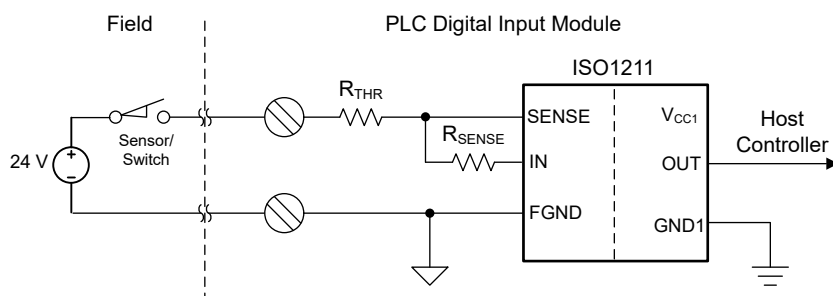
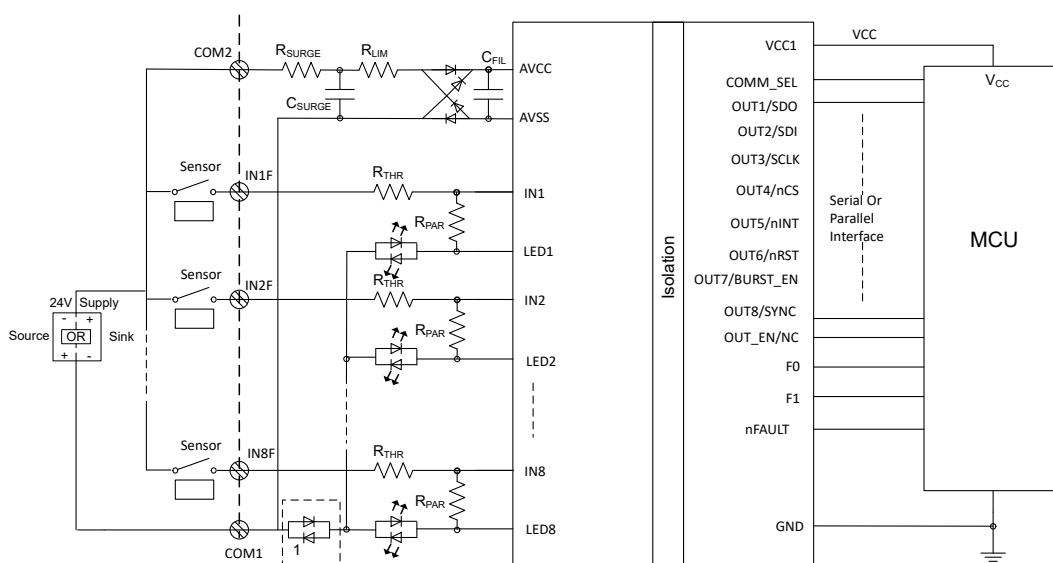

图 3. 带 ISO1211 的数字输入模块的某一通道
图 4. 在拉电流或灌电流模式下的数字输入模块采用 ISO1228 进行 8 通道操作
德州仪器 (TI) 的 ISO1211-1 通道、ISO1212-2 通道和 ISO1228-8 通道器件为具有集成电流限制功能的隔离式数字输入接收器，符合 IEC 61131-2 1 类、2 类和 3 类特性标准。ISO1211 和 ISO1212 专为功能安全用例所需的通道间隔离而设计，ISO1228 专为多通道所设计。图 3 显示了带 ISO1211 的数字输入模块中某一通道的实施方案。电阻 R_{SENSE} 用于控制限流限值，而 R_{THR} 用于控制电压转换阈值。 R_{SENSE} 和 R_{THR} 的建议值以及多通道和其他情形的应用电路请参见 ISO121x 产品数据表。ISO121x 通过集成精确的电流限制功能、带迟滞的电压比较器、反极性保护和隔离功能，从而简化系统设计，并且无需场侧电源。对于 3 类特性，ISO121x 可将输入电流消耗限制到 2.5mA 以下，比传统方法低 5 倍。图 4 显示了数字隔离器采用 ISO1228 实施 8 通道操作。ISO1228 在同一器件中支持灌电流模式和拉电流模式，配置情况如图 4 所示。电阻 R_{LIM} 能设置全部通道的电流限制值。在具有电流限制和诊断功能的 ISO1228 八通道隔离式数字输入数据表中提供了 R_{LIM} 、 R_{THR} 和 R_{PAR} 的建议值。
1. **拉电流/灌电流模式：**ISO1228 可在同一器件中同时支持灌电流模式和拉电流模式。因此，无需外部整流器。图 4 展示了分别在灌入模式和拉取模式下使用 ISO1228 的数字隔离器的 8 通道实现情况。
6. **无损耗 LED 指示：**在输入状态指示和手动维护中，LED 指示非常重要。ISO1228 使用接近 3mA 的场侧输入电流，导通每个输入的 LED。图 4 显示了每个通道的 LED 连接情况。这样可以节省 LED 的任何额外功耗、并有助于改善热性能。
7. **节省电路板空间：**这是一种集成式解决方案，它采用如图 4 所示的单个器件代替 8 通道分立式建置。这极大节省了 PCB 空间，并有助于在相同的布板空间中制造通道数更多的 PLC 卡。